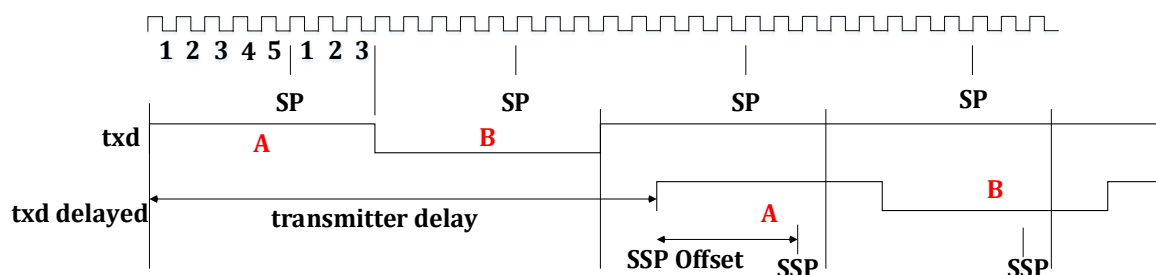

图 21-16 发射机延迟
图 21-16 给出了一个发射节点延迟比较大的例子。在该图中，显示了一个 txd 数据流，从位 A 和 B 开始。1bit 时间由 $t_{Seg1} = 5 \text{ TQ}$ 的采样点 (SP) 之前的时间和 $t_{Seg2} = 3 \text{ TQ}$ 的采样点之后的时间组成。在本例中，发送节点延迟大于 2 bit 时间。因此，使用原始采样点 SP 不能进行正确的采样。CAN FD 规范定义了一个附加的辅助采样点 (SSP)。如果 TDCEN=1 启用 TDC，CAN 控制器自动确定发送延迟。SSP 的位置是发送延迟加上 SSPOFF 定义的偏移量。SSPOFF 以 TQ 为单位，建议设置 t_{Seg1} 等于 SSPOFF。F_SEG_1 定义了数据波特率的 t_{Seg1} 。在图 21-16 中 F_SEG_1=3, 选择 SSPOFF=5